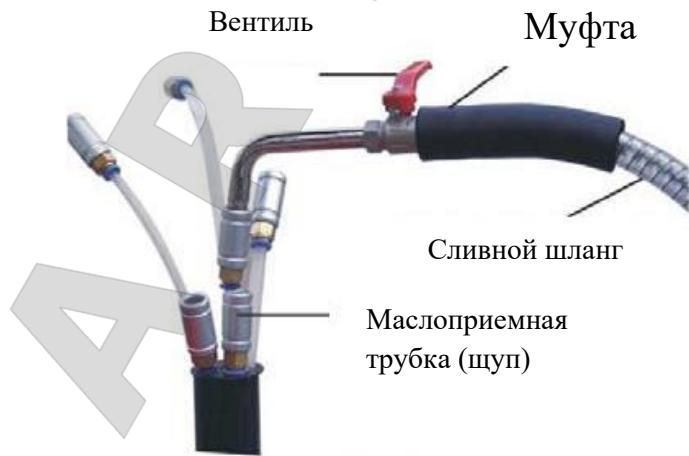

Рис. 5
2. Сначала откройте шаровой вентиль в воронке и (см. рис.5).
3. откройте шаровой вентиль ③ под открутите сливную пробку картера двигателя.
5.3. Откачка масла (рис.5)
3. Подключите шланг воздушного компрессора к входному штуцеру для подачи воздуха ① (см.рис.5).
4. Откройте вентиль ② для опорожнения бака.
5. Постепенно открывайте шаровой вентиль ①, увеличивайте давление в баке, отключите воздушный компрессор, как только давление достигает требуемого значения.